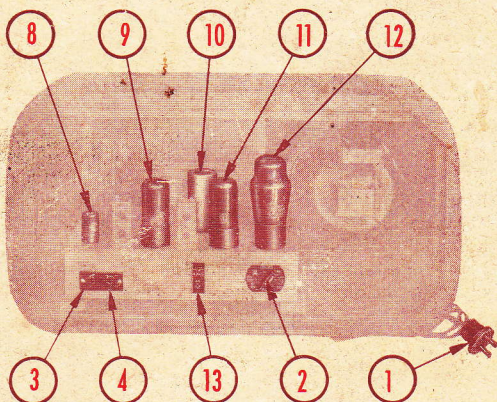

fig. 1
② La spina 1 (fig. 1) deve essere collegata con una presa di corrente alternata la cui tensione sia compresa fra 110 e 220 volt.
Per alimentarlo con tensione diversa bisogna togliere il pannello posteriore ed innestare il ponticello 2 (fig. 1) nella presa contrassegnata con la tensione della rete. Se la rete ha una tensione variabile è prudente predisporre l'apparecchio per la massima tensione cui può essere sottoposto
Buone condizioni di funzionamento si ottengono con un'antenna costituita da un filo isolato della lunghezza di 10-15 m teso possibilmente all'esterno lontano da pareti e collegato alla boccia 3 (fig. 1).
L'uso della presa di terra non è indispensabile, però un perfetto collegamento a terra migliora la ricezione detto collegamento deve partire dalla boccia 4 (fig. 1)
a) collegare alle boccole 13 (fig. 1) il cavo proveniente dal fonorivelatore, avendo l'avvertenza di inserire il rivestimento schermato alla boccola M.
b) staccare il cavo d'antenna dalla boccola 3 (fig. 1).
Terminata la riproduzione di dischi, staccare il cavo del fonorivelatore dalle boccole 13 (fig. 1) e inserire il cavo d'antenna nella boccola 3 (fig. 1).